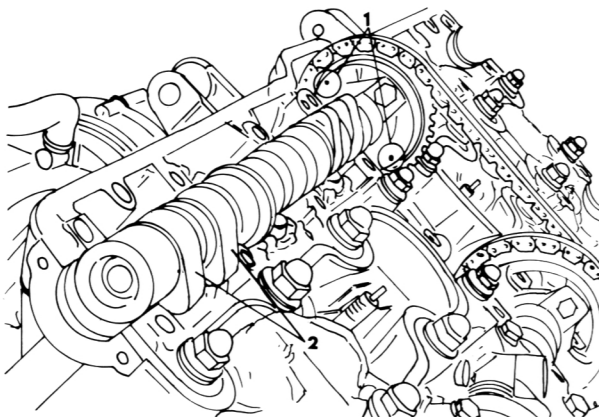

Bild 46
- Die Steuerkette über das Kettenrad legen und dabei darauf achten, dass die Einkerbungen (1) auf dem Kettenrad auf die Zylinderkopf-Dichtungsfläche ausgerichtet und die Einlassnockenbuckel (2) von Zylinder Nr. 6 auf die Zündkerze gerichtet sind (Bild 46).